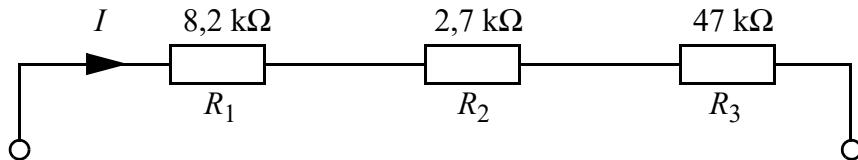

Figure 2.7 Trois résistances en série. Le courant I est le même en tous les points du circuit.
- 2.7 *** Lorsque des résistances sont connectées en série, le courant qui les parcourt est identique dans toutes les résistances voir **Figure 2.7** ci-dessous. En effet le courant qui sort de R_1 est le même que celui qui y entre et il n'a d'autre possibilité que d'entrer dans R_2 en sortant de R_1 , puis en sortant de R_2 , d'entrer dans R_3 , avant de retourner vers la source. Dans ces conditions, la tension aux bornes de chaque résistance vaut :